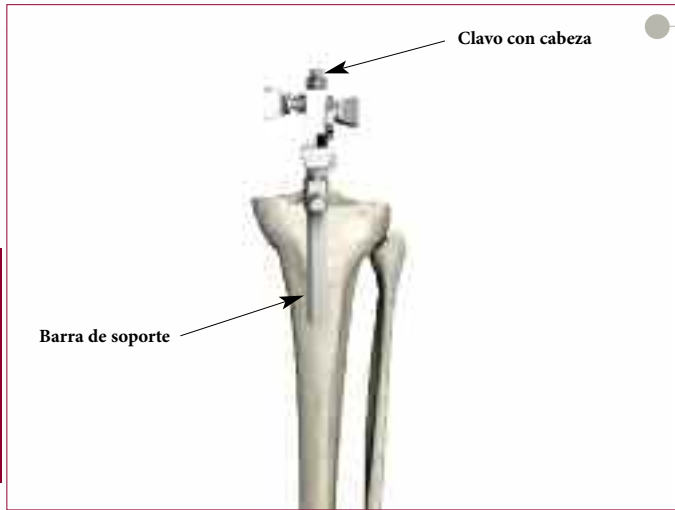

Figura 50
- ▶ Con el cuerpo de la plantilla guía intramedular sobre la tibia proximal, se logra una alineación rotacional correcta al girar el instrumento en torno a la barra intramedular de forma que la tuberosidad tibial aparezca ligeramente lateral a la barra de soporte vertical. Se impacta el clavo con cabeza, al fijar la alineación rotacional (Figura 50).